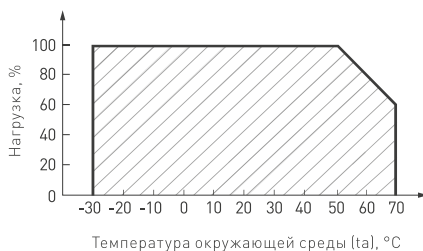

Рис. 2. Максимальная допустимая нагрузка, % от мощности источника
- 4.3. Не нагружайте источник питания более 80% от его максимальной мощности. Учитывайте, что с повышением температуры окружающей среды максимальная выходная мощность источника питания снижается (см. график зависимости на рис. 2).